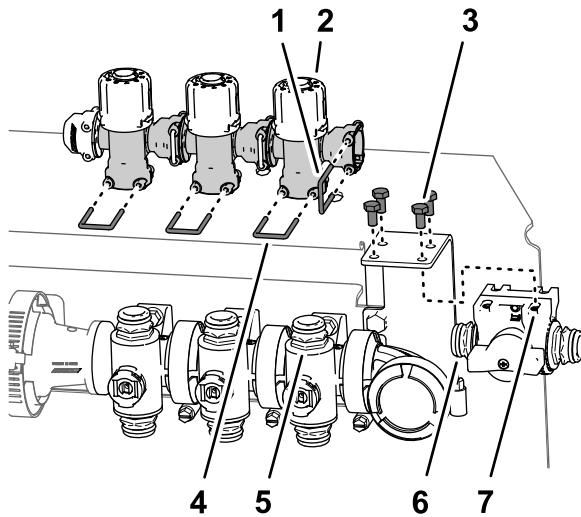

図 49
1. バイパスシャットオフバルブをバルブサポートブラケットに固定しているボルト6 x 12 mm4本を外す図49。
2. バイパスシャットオフバルブを右ブームバルブ用のバイパスバルブに固定しているリテーナを外す図49。
3. 3つのマニホールドバルブに付いているバイパスバルブ3個を固定しているリテーナ3本を外す図49。
4. マニホールドバルブのクイックカップラ3個に付いているバイパスバルブ3個を抜き出す図49。